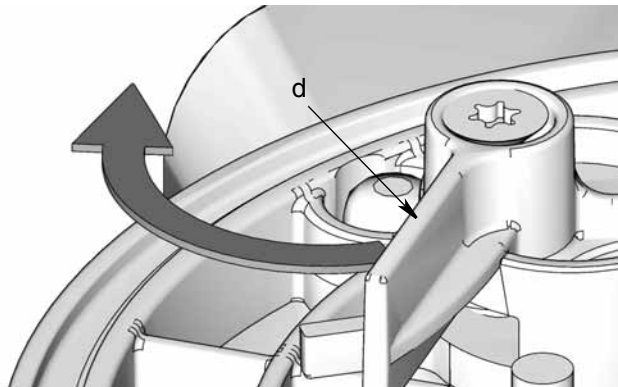

ABB. 9
**HINWEIS:** Wenn ein Niedrigstandflügel (d) installiert ist, halten Sie diesen während der Installation des Rührflügels in der vollständig herausgezogenen Position, um Schäden zu vermeiden (ABB. 9).
1. Prüfen Sie, ob der Niedrigstandflügel (d) sich in der vollständig herausgezogenen Position befindet, wie in ABB. 9 gezeigt.